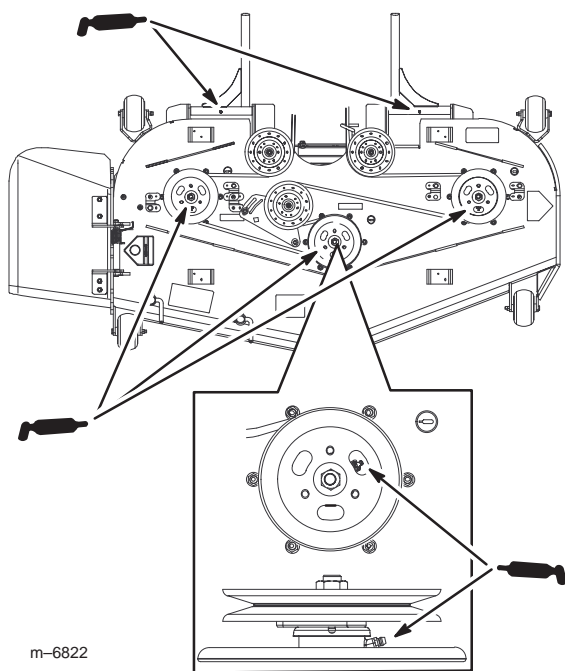

Figure 45
3. Lubrifiez les roulements des trois axes sous les poulies jusqu'à ce que la graisse sorte par les joints inférieurs (Fig. 45).
4. Lubrifiez les graisseurs des bras de poussée (Fig. 45).